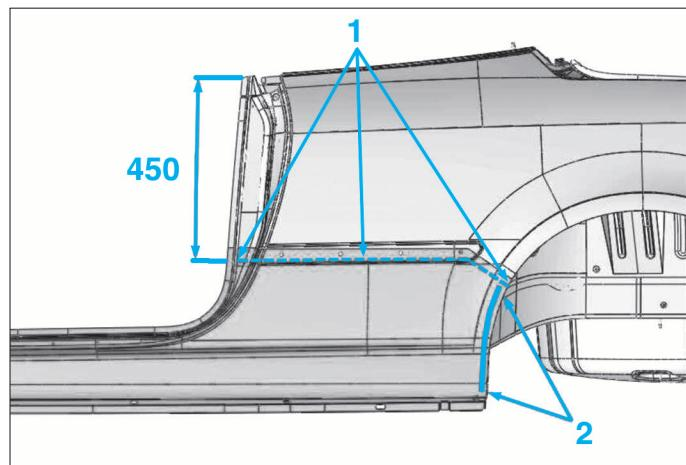

FIG. 59
- Découper la pièce suivant la ligne (1) (Fig.59).
- Desserrir suivant la ligne (2).
- Sertir suivant la ligne (2) (Fig.59).